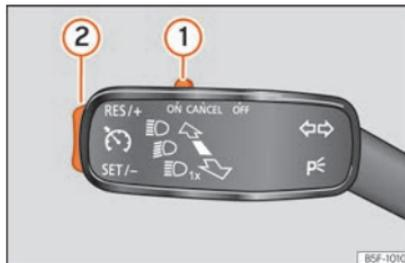

Abb. 54 Links von der Lenksäule: Schalter und Bedienelemente des GRA.
• Die GRA anschließen: schieben Sie den Schalter »» **Abb. 54** ① bis **ON**. Das System ist eingeschaltet. Da noch keine Geschwindig-
• GRA aktivieren: drücken Sie die Taste »» **Abb. 54** ② im Bereich **SET/-**. Die aktuelle Geschwindigkeit wird gespeichert und geregelt.
• GRA vorübergehend abschalten: Schieben Sie den Schalter »» **Abb. 54** ① bis **CANCEL** oder treten Sie auf die Bremse. Regelung wird vorübergehend abgeschaltet.
• GRA wieder einschalten: Drücken Sie die Taste »» **Abb. 54** ② in **RES/+**. Die gespeicherte Geschwindigkeit wird erneut gespeichert und eingestellt.
• Gespeicherte Geschwindigkeit während GRA-Regelung erhöhen: Drücken Sie die Taste ② in **RES/+**. Das Fahrzeug beschleunigt bis zum Erreichen der neu gespeicherten Geschwindigkeit.
• Gespeicherte Geschwindigkeit während GRA-Regelung verringern: Drücken Sie die Taste ② in **SET/-**, um die Geschwindigkeit um 1 km/h (1 mph) zu verringern. Die Geschwindigkeit wird bis zum Erreichen der neu gespeicherten Geschwindigkeit reduziert.
• GRA abschalten: Schieben Sie den Schalter »» **Abb. 54** ① auf **OFF**. Das System wird abgeschaltet und die gespeicherte Geschwindigkeit gelöscht.